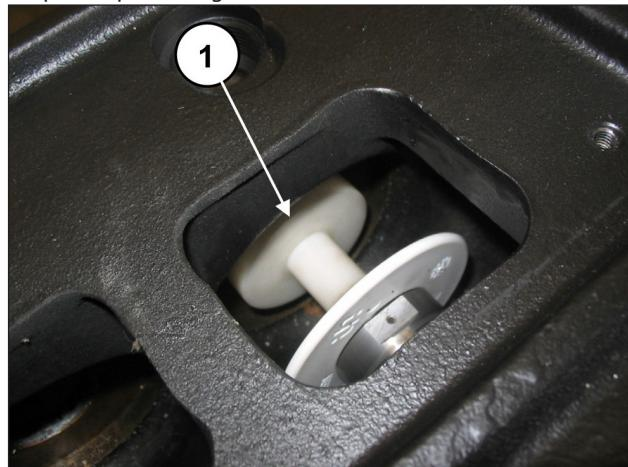

Fig. 158
Gire manualmente o eixo, de modo a trazer os três pistões progressivamente na posição de ponto morto superior e insira a ferramenta do tampão, cód. 27516600 entra a guia do pistão e o pistão (pos. ①, Fig. 158).